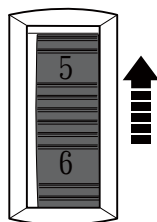

Fig. 4
>Gire el selector de velocidad (1) hacia delante (visto desde la posición del operador) para incrementar la velocidad máxima (Fig. 4). Un ajuste mayor es adecuado para cortes con hojas de sierra finas y materiales blandos.